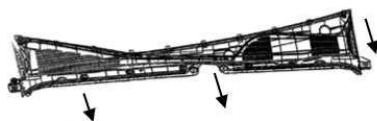

图 3-3-1 通风盖板的拆卸示意图
(1) 用一字起将子母扣拆卸(如下图 3-3-1 所示位置, 共 7 个);
(2) 将通风盖板沿着前挡风玻璃下沿拉出, 即可完成通风盖板的拆卸。